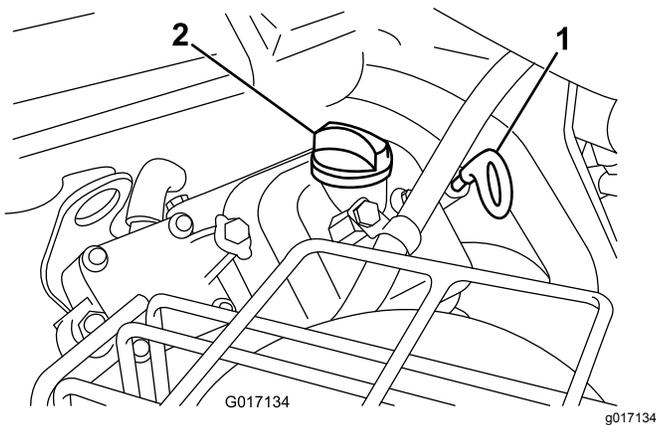

図 38
2. ディップスティックを抜き出しウェスで一度きれいに拭く。ディップスティックを、チューブの根元までもう一度しっかりと押し込む 図 38。